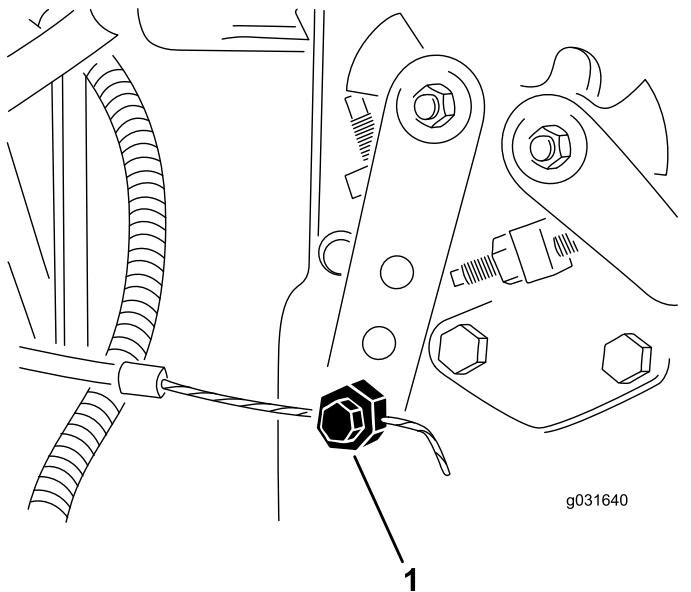

Рисунок 64
2. Ослабьте соединитель тросика дроссельной заслонки на плече рычага топливного насоса (Рисунок 64).